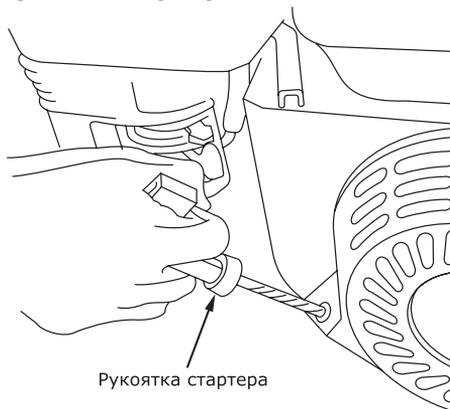

Рис. 14
- Запустите двигатель. Будьте внимательны! При вытягивании шнура стартера шнур может создавать отдачу. Возьмитесь за ручку шнура стартера. Медленно потяните шнур до возникновения сопротивления со стороны двигателя. Не допуская возврата ручки обратно, продолжайте быстро тянуть ручку на полный взмах руки. Медленно (с натягом шнура) верните ручку в начальное положение (рис. 14). Резкое отпускание ручки шнура стартера приводит к механическому повреждению стартера, что рассматривается как негарантийный случай.